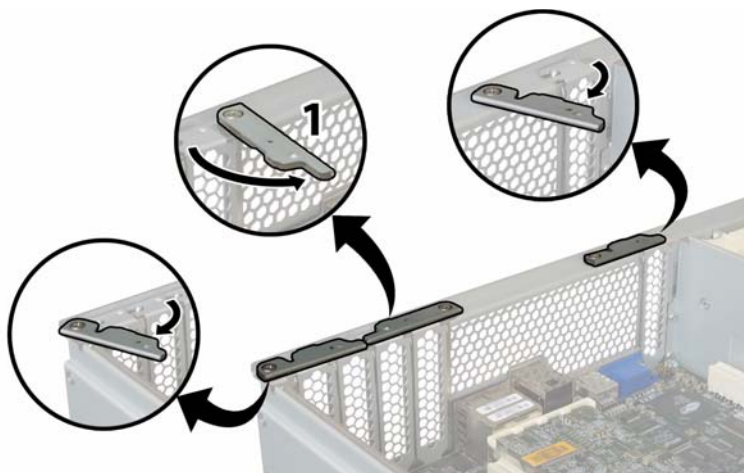

図 4-41 PCI カードラッチの開放
- b. シャーシの背面側から作業し、各カードのラッチを回転させて PCI カードの背面を取り外します。図 4-41 を参照してください。